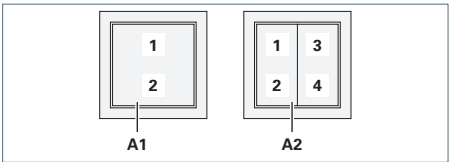

Fig. 16: Esempio: radiotrasmettitore a parete Bluetooth.
- Premere brevemente il tasto di un canale occupato del radiotrasmettitore, vedi Fig. 16.
- Premere il tasto di un canale occupato del radiotrasmettitore e tenere il tasto premuto, vedi Fig. 16.